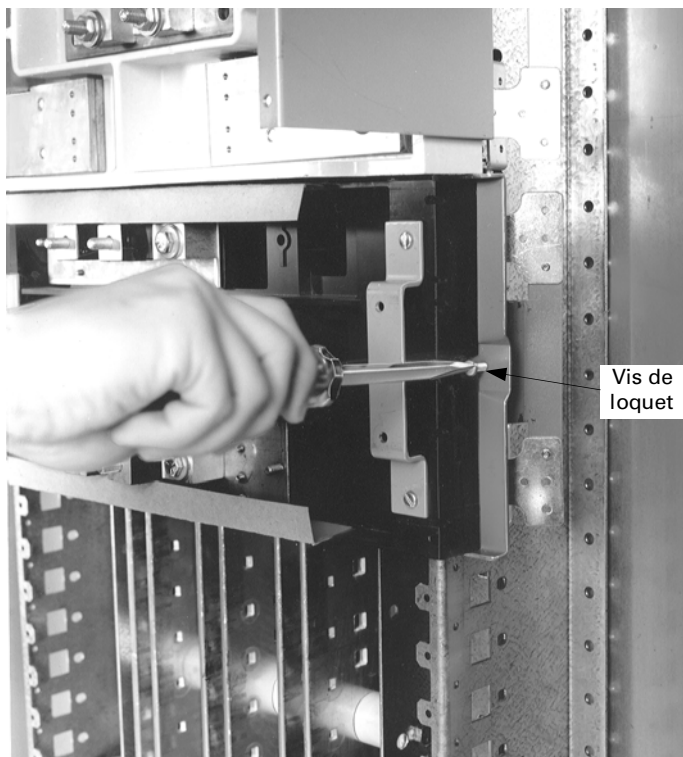

Figure 3. Installation du module de disjoncteur.
3. **Installer le module.** Clencher un côté du module du disjoncteur. Relâcher le loquet du rail. Faire pivoter le module sur les barres omnibus et amorcer le second loquet. Serrer les vis de loquet de rail à 25–30 lb.-po., comme montré à la Figure 3. N'allouer aucun espace entre les unités sauf tel que noté pour les disjoncteurs de type SKPA dans l'encadré, ci-dessous, portant la mention Attention.